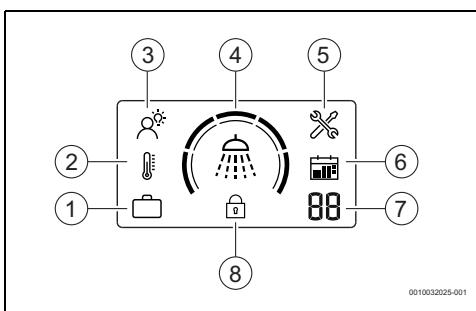

fig. 5 Montimi i pulnit me ekran
- ▶ Shtypni tastin derisa modaliteti SMART të shfaqet në ekran (\rightarrow Fig. 5 [3]).
- ▶ Shtypni tastin derisa në ekran të shfaqet modaliteti Manual (\rightarrow Fig. 5 [2]).
- ▶ Shtypni tastin derisa në ekran të shfaqet modaliteti Vacation (\rightarrow Fig. 5 [1]).
- ▶ Shtypni tastin për të caktuar numrin e dëshiruar të ditëve të pushimit (\rightarrow Fig. 5 [7]).
Ky funksion e kyç panelin e kontrollit (→ Fig. 5 [8]).